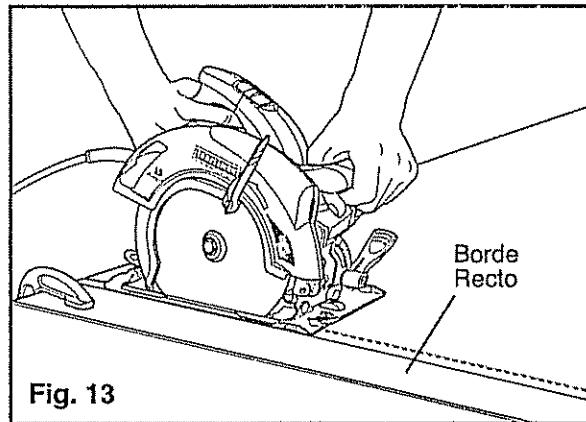

Fig. 13
USO DE UN BORDE RECTO (Fig. 13)
2. Cuidadosamente, guíe la sierra a lo largo del borde recto para obtener un corte al filo recto (ver la Fig. 13)